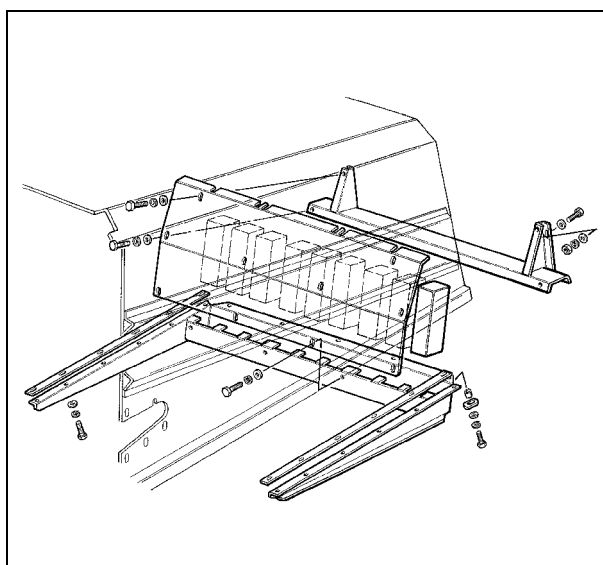

Рис. 17
- Балластные грузы на кожухе клавишного соломотряса (Рис. 17), для машин без соломорезки. Это балласт коробчатого типа, который должен устанавливаться внутри соответствующей опоры.